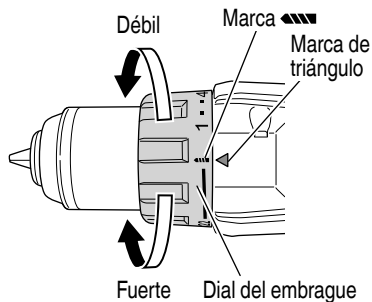

Fig. 12
6. Confirmar la posición del dial del embrague (Ver la Fig. 12).
(2) Indicación del par de apriete (Consulte las Figs. 12 y 14)
(3) Ajuste del par de apriete (Consulte las Figs. 12 y 14)